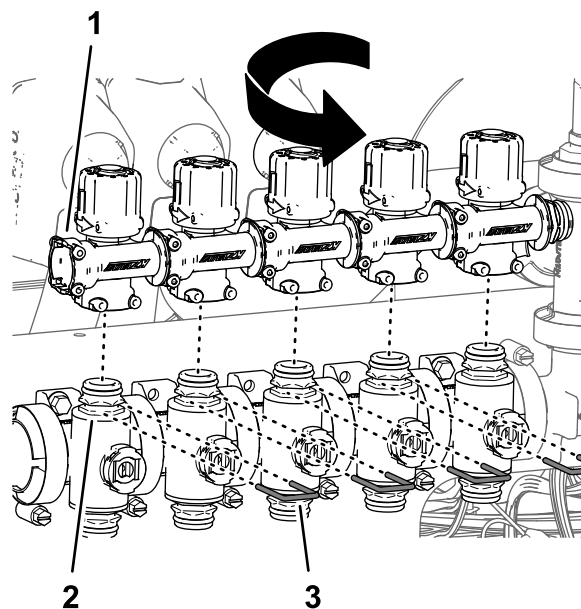

图100
断开接头上图100。
7. 使用在步骤 4 中卸下的卡环图100将旁通阀固定到
旁通阀快速断开接头上图100。